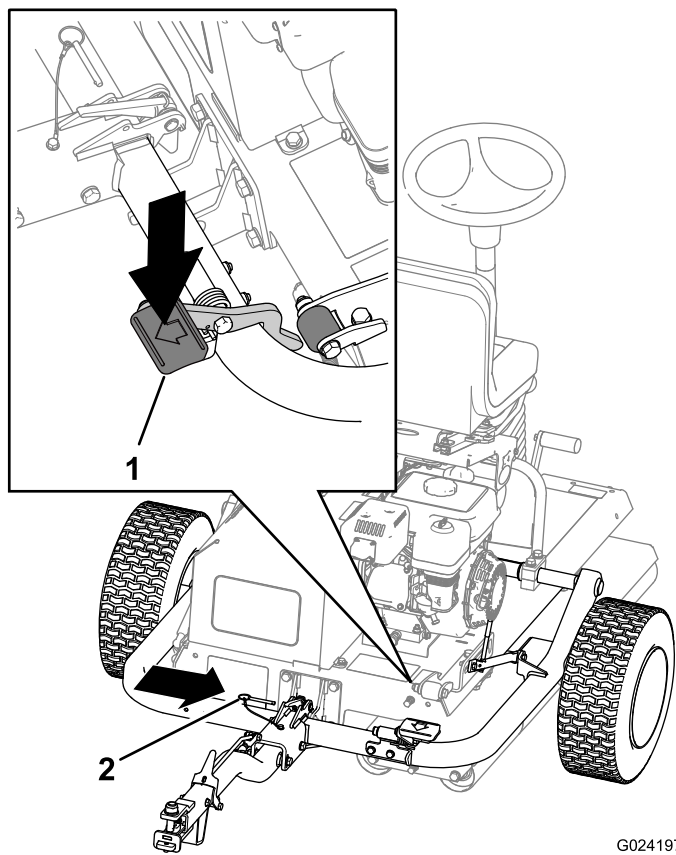

図 17
- C. ヒッチペダルを踏んで、ヒッチをロックする図 17。
D. ロッキングピンを入れる図 17。